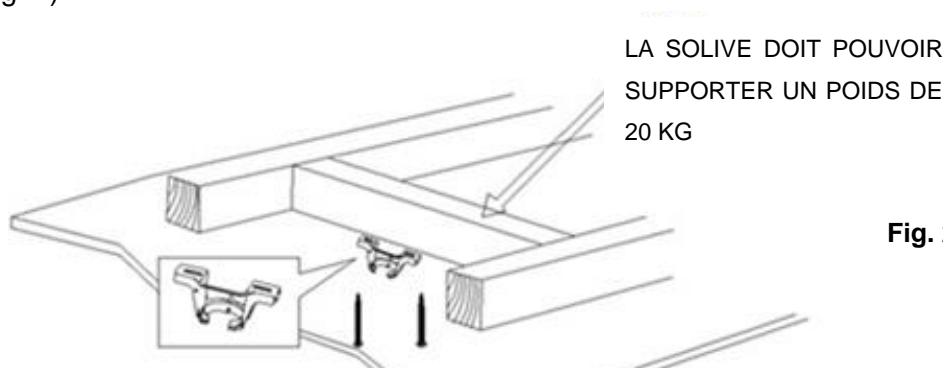

Fig. 2
- Installez le support de suspension sur une solive ou une structure capable de supporter une charge d'au moins 20 kg avec les deux vis longues fournies. Veillez à ce qu'au moins 30 mm des vis soient vissés dans le support. (Fig. 2)